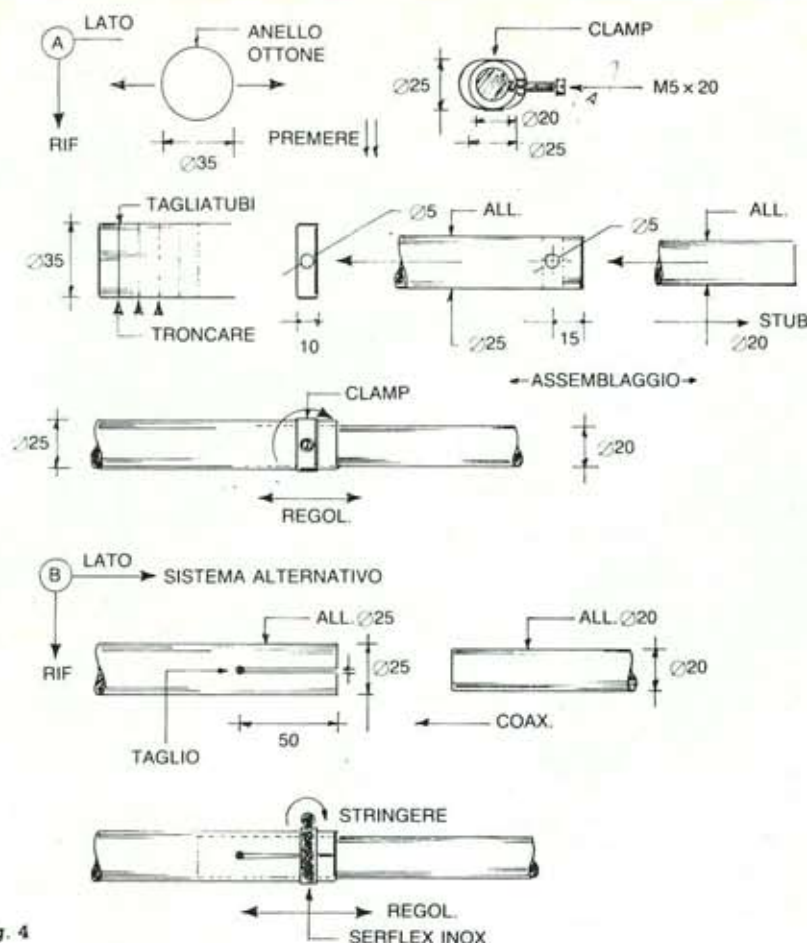

Fig. 4
Il primo sistema è descritto nella fig. 4/A. Si tratta di preparare degli anelli di ottone oppure alluminio di diametro maggiore rispetto a quello dell'elemento. Il procedimento è
Il secondo sistema è descritto nella fig. 4/B. Il procedimento è indicato in fasi successive e autoesplicative. Si tratta di praticare dei tagli alle estremità di ogni sezione intermedia (A), per una lunghezza di 50 mm. l'inserimento successivo di una fascetta tipo serflex provoca una deformazione relativa all'estremità stessa, ma sufficiente a ridurre il diametro del tubo e quindi stringe la sezione telescopica.